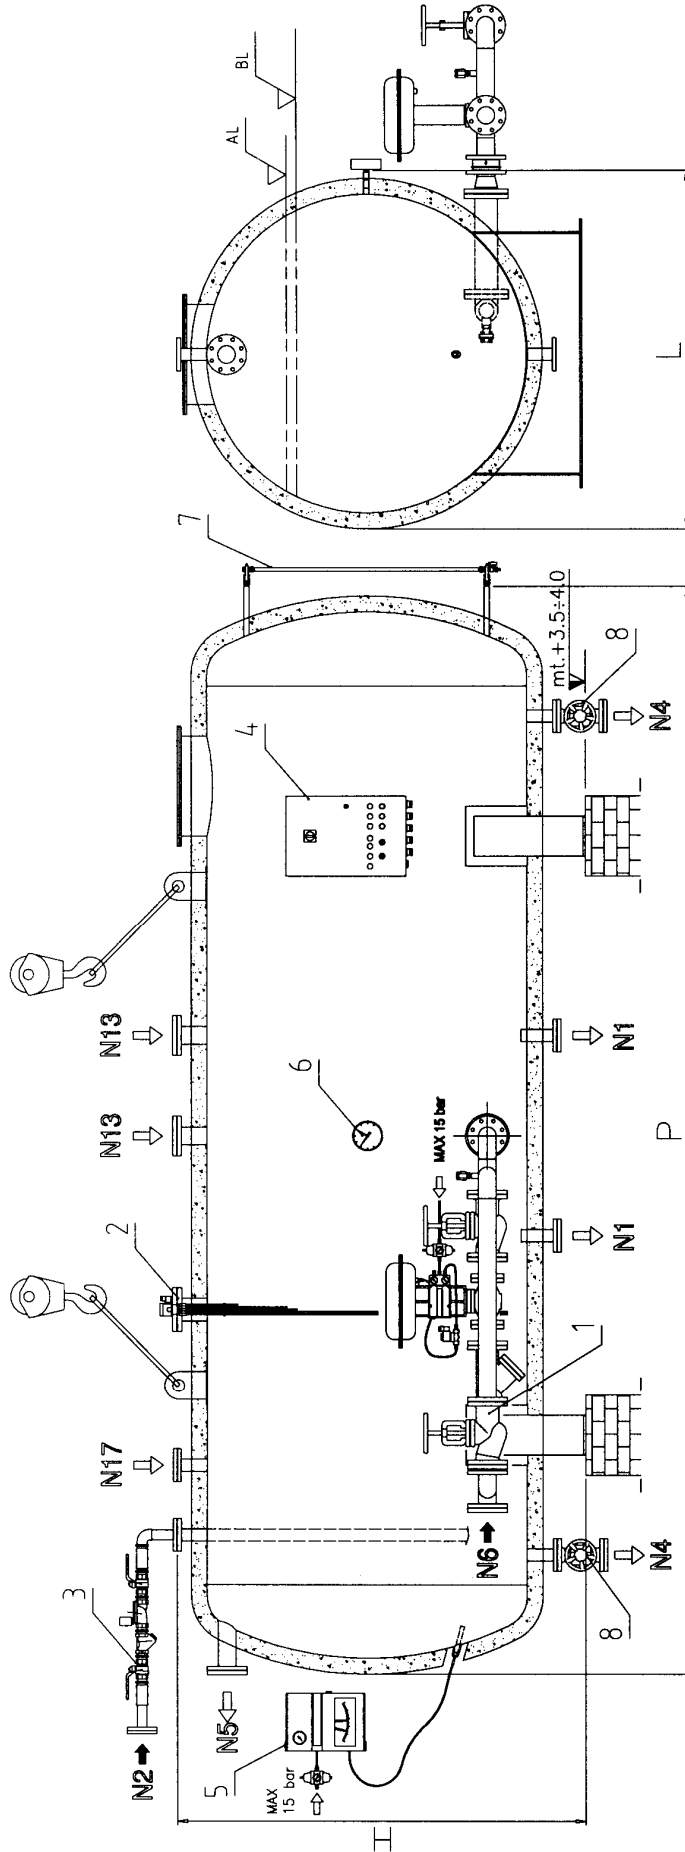

Рис. 4
2.3 ТЕХНИЧЕСКИЕ ДАННЫЕ (Рис. 4)